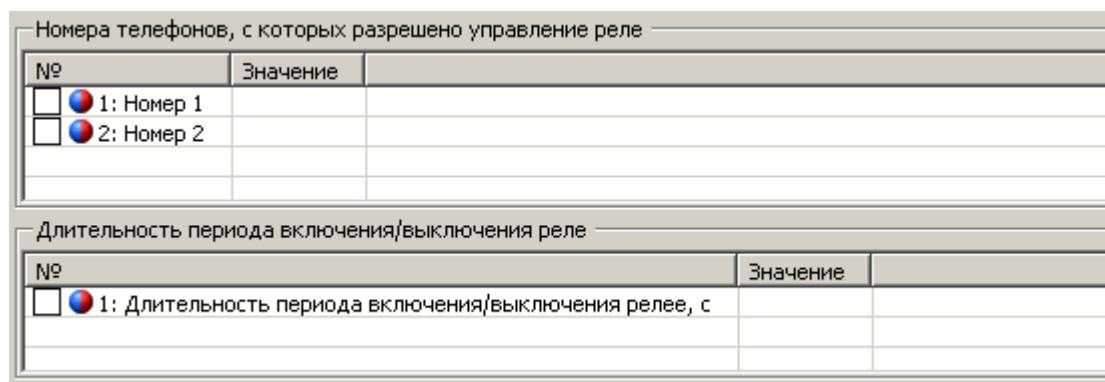

Рисунок 102 – Группы для настройки отключения по звонку
- длительность периода включения/выключения реле DURPU^{*} (см. рисунок 102);
7.2.12.9 Чтобы реле включалось/выключалось на заданный период по звонку, необходимо задать номера телефонов в группе «Номера телефонов, с которых разрешено управление реле» (рисунок 102), на вкладке Конфигурация → «Реле, лимиты». Установить значение критерия управления (см. п.п 7.2.8.6) «Включение реле по звонку на заданный период» или «Выключение реле по звонку на заданный период», а так же задать период включения/отключения реле в группе «Длительность периода включения/выключения реле» в секундах.